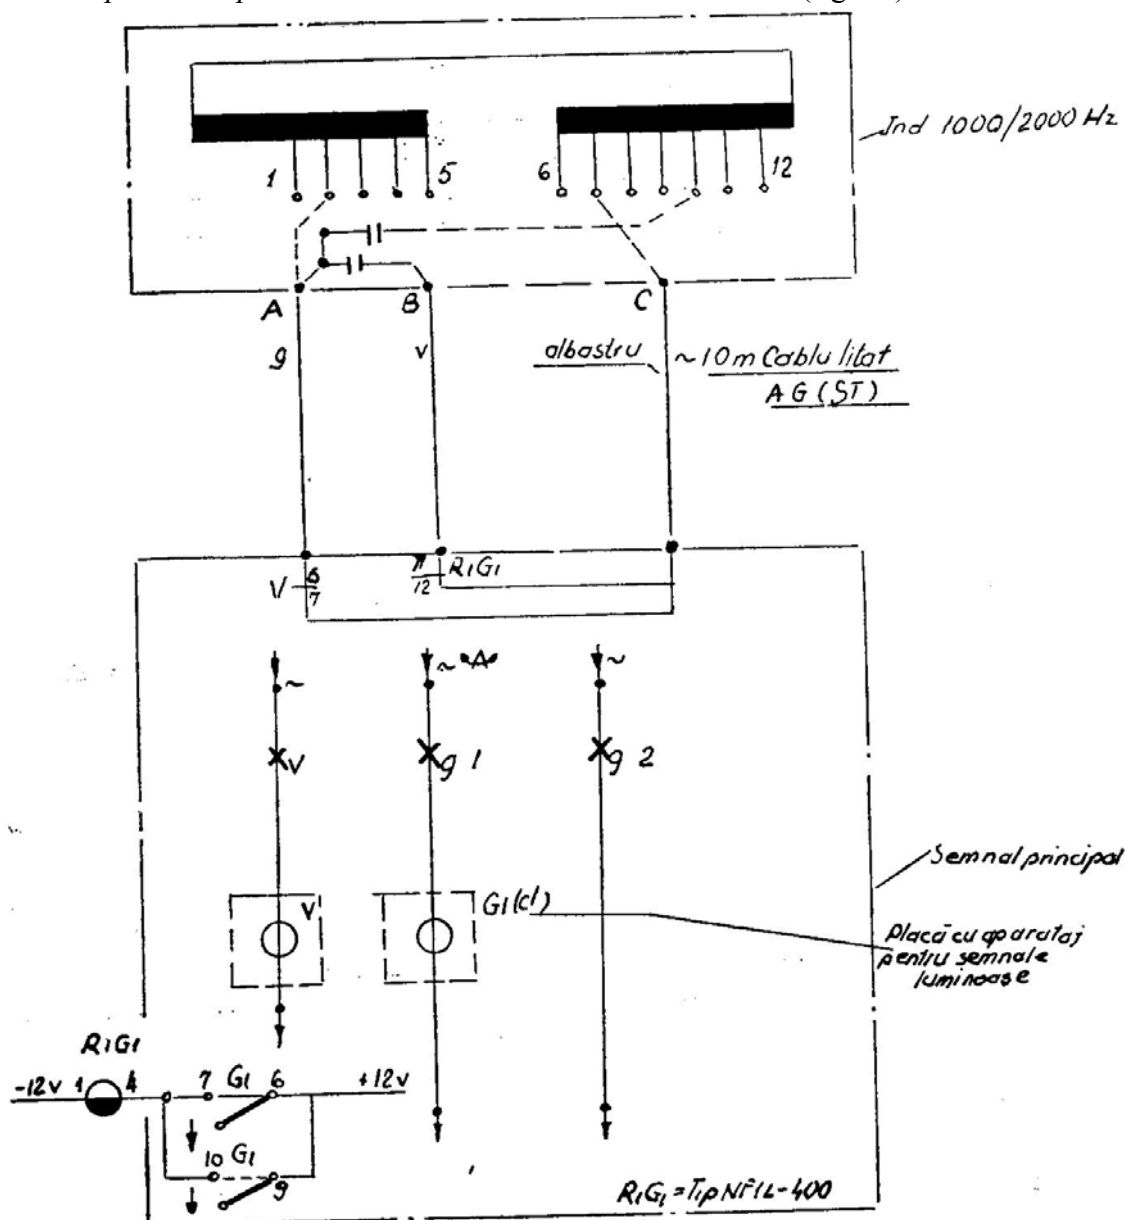

Fig. 68 Schema electrică și conectarea la semnalul de ieșire, alimentat în curent continuu de la linia directă, pe secții cu B.L.A., cu galben-clipitor
n) Semnalul de „ieșire” alimentat în curent continuu de la linia directă, pe secții cu B.L.A., cu galben clipitor, echipat cu inductor de cale de 1 000/ 2 000 Hz (fig. 68).